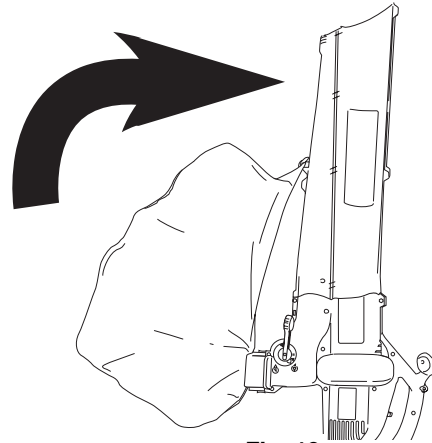

Fig. 19
1. Tourner l'appareil de sorte que les ouvertures du tube soufflant/aspirant soient verticales (Fig. 19).
1. Tourner l'appareil de façon que les ouvertures du tube souffleur/aspirateur soient verticales (Fig. 19).